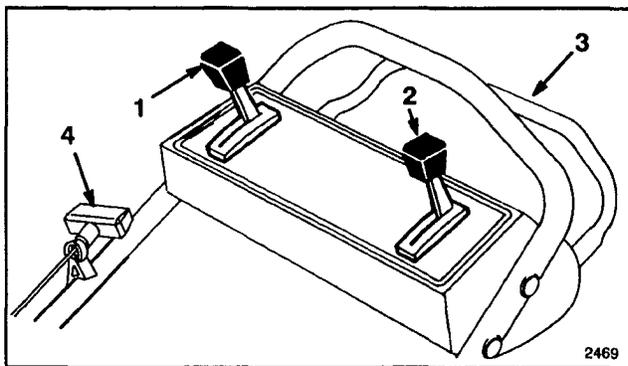
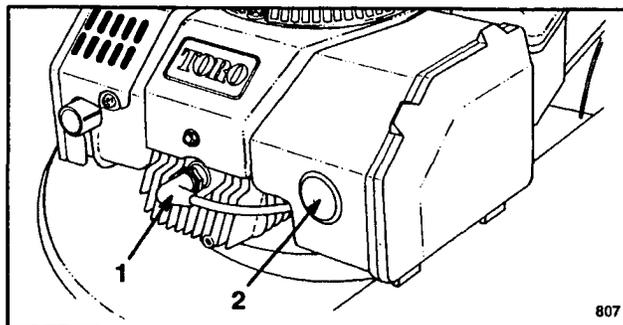

Figure 7
Figure 8
**COMMANDES** – La commande des gaz, le contrôle de vitesse au sol, le démarreur à corde et la barre de commande d'auto-propulsion se trouvent sur le mancheron supérieur (fig. 7). L'amorçage est situé à l'avant du moteur (fig. 8).
1. Brancher le fil d'allumage sur la bougie (fig. 8).
2. Placer le sélecteur de vitesse sur "N" (fig. 7).
3. Couvrir le trou de l'amorceur avec le pouce (fig. 8) et pousser deux fois.
5. **VITESSE D'AVANCE** (fig. 7) – La vitesse d'avance varie en fonction de la distance entre la barre de commande et le mancheron. Placer le sélecteur de vitesse sur la position désirée. Les trois chiffres "1", "2" et "3" correspondent respectivement à une avance lente, moyenne et rapide. Pour les travaux de finition ou lorsque l'opérateur quitte la position de conduite le sélecteur de vitesses doit être mis au point mort (position "N").
6. **ARRÊT** – Placez le contrôle de vitesse au sol en position "N" sur les modèles auto-propulsés. Relâchez la barre de commande (fig. 7) pour arrêter l'entraînement et le moteur. Débranchez le câble de la bougie si la tondeuse n'est pas en usage ou n'est pas surveillée.
1. Arrêter le moteur et attendre l'arrêt complet de toutes les pièces en mouvement. Débrancher le fil de la bougie. (fig. 8).